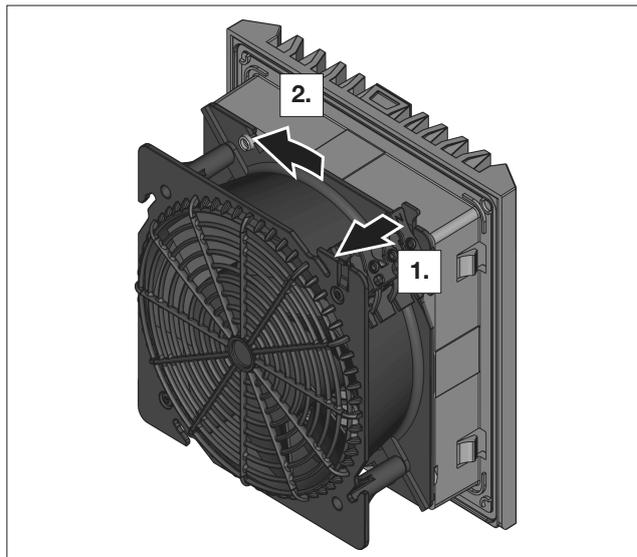

図7: バヨネットロックの解除
- ファンユニットの背面にあるバヨネットロックのタブ(図7を参照)を引っ張って、バヨネットロックを解錠してください。